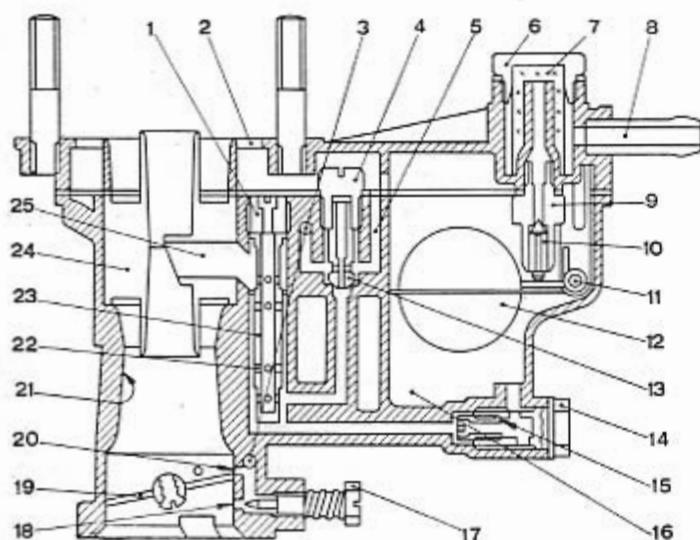

Fig. 114.
D'après le schéma de fonctionnement (fig. 114) on voit que l'air entre par le haut, traverse le centreur (24) où il se mélangue au carburant sortant du tube éjecteur (25) et, ensuite, à travers l'étranglement opéré par le diffuseur (21), est convoyé aux cylindres du moteur à travers l'ouverture du papillon (19).